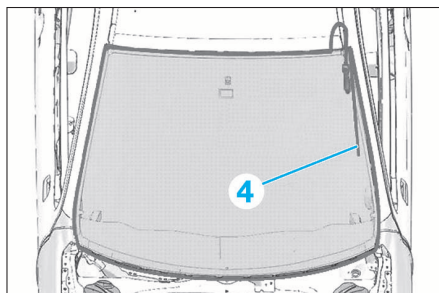

FIG. 106
- A l'aide d'eau savonneuse, apposer la corde sur la périphérie du pare-brise (Fig.106).